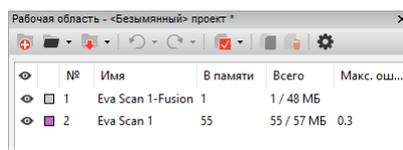

Рис. 5.9: Панель *Рабочая область* после использования *Склейки в реальном времени*
6. Когда вы завершите сканирование, на панели *Рабочая область* появится один или несколько сырых сканов *Eva Scan1*, *Eva Scan2*, *Eva Scan3* и т. д., а также одна модель с названиями *Eva Scan1-Fusion*. Количество сырых сканов соответствует тому, сколько раз вы приостанавливали и возобновляли сканирование (см. Рис. 5.9).